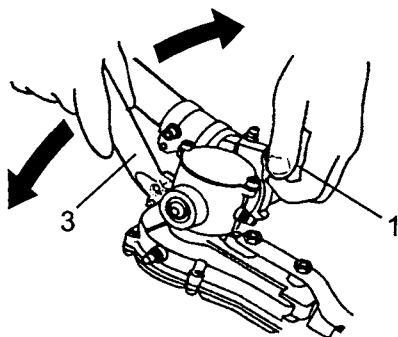

Fig.2-3
### Adjustment of blade angle (Fig. 2-3, 4)
### Ajustage de l'angle de lame (Fig. 2-3, 4)
**Aggiustamento del angolo di lama (Fig. 2-3, 4)**